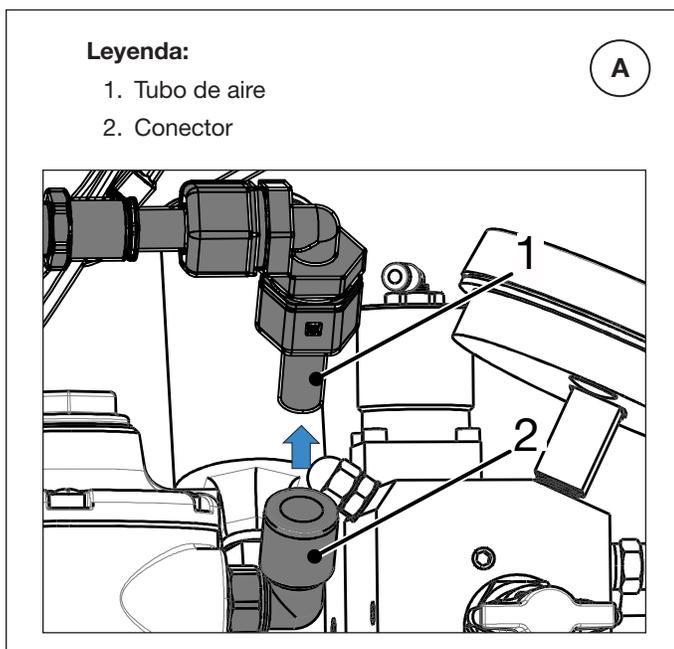
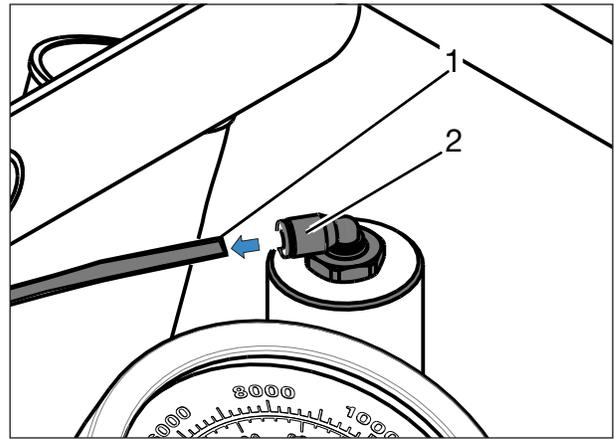

Figura 11: Desconecte el tubo de aire - Ubicación "A"
Figura 12: Desconecte el tubo de aire - Ubicación "B"
3. Desconecte los tubos de aire de la bomba en las ubicaciones "A" y "B" como se muestra en la Figura 11 y la Figura 12.
13. Vuelva a conectar los tubos de aire de la bomba. Véase Figura 11 y Figura 12.